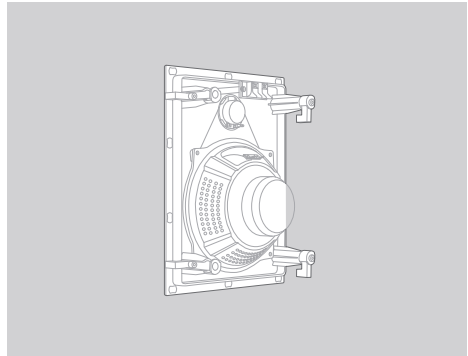

Abbildung 6
2. Führe die Lautsprecherverkabelung in die Wandöffnungen. Stelle sicher, dass alle örtlichen Bauvorschriften eingehalten werden. Schließe das Lautsprecherkabel an die entsprechenden Lautsprecherklemmen an. Vergewissere dich, dass alle Kabel mit der korrekten Farbe und Polarität am Verstärker angeschlossen werden. (Abbildung 6)